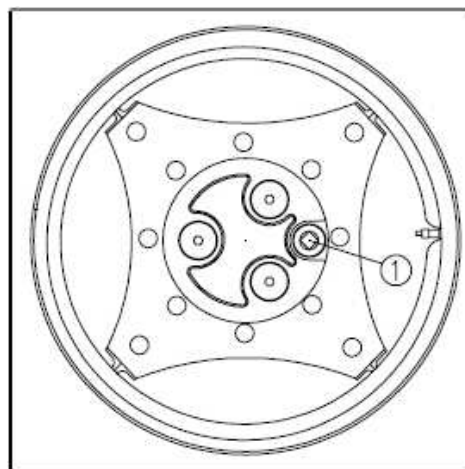

Fig. 5-20 Transmissão final do eixo dianteiro:
Posicione os bujões das transmissões finais (1) (Fig. 5-20) na linha central da roda. Remova os bujões verifique o nível. Ateste se necessário com óleo do tipo especificado, através dos bujões.